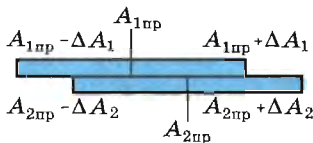

Рис. 17.1
2. Сравнить полученные интервалы значений (рис. 17.1): если интервалы не перекрываются, то результаты неодинаковы; если перекрываются — одинаковы при данной относительной погрешности измерений.